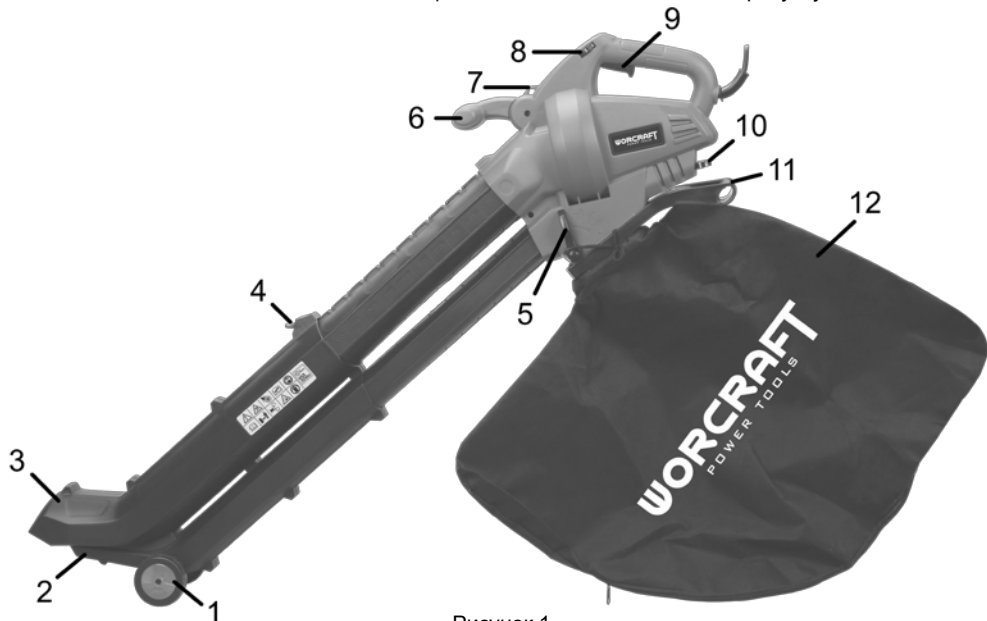
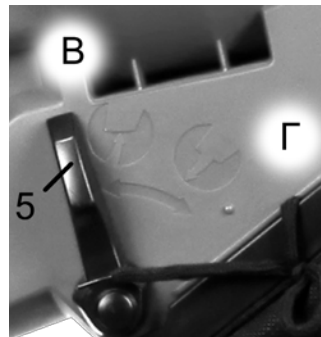

Рисунок 1
Рисунок 4
2.3.2 Виріб має два режими (всмоктування або вдування). В залежності від виконуваних робіт, вибір режиму здійснюється перемиканням важеля перемикача (5).
**⚠ УВАГА! Зміну режиму роботи пристрою перемикачем всмоктування/вдування (5, рисунок 1) необхідно виконувати тільки з вимкненим двигуном.**
- регульовану передню допоміжну рукоятку (6);
- регулятор швидкості обертання двигуна (8);
- натисніть кнопку фіксатора (4, рисунок 1) та утримуйте її;
- відкрийте замок гачка на наплічному ремені та протягніть його через петлю в передній частині основної рукоятки (7), потім відпустіть замок;
**3.4** Налаштуйте положення допоміжної рукоятки (6, рисунок 1) для найзручнішого використання пристрою при роботі, перемістивши рукоятку під бажаним кутом.
**3.5** Витягніть пластину фіксації шнура подовжувача (10, рисунок 1) із задньої нижньої частини пристрою. Закріпіть шнур подовжувача на пластині, протягнувши петлю шнура відповідним чином. Перевірте надійність фіксації шнура подовжувача на пластині, потягнувши шнур. Вставте вилку пристрою в розетку подовжувача.
**Всмоктування:** у цьому режимі здійснюється всмоктування листя у всмоктувальну трубу (2, рисунок 1), після чого надходять у мішок-пилосбірник в подрібненому вигляді. Для встановлення режиму «Всмоктування» перемістіть важіль перемикача режимів роботи (5, рисунок 1) до упору в положення «В» (дивіться рисунок 4).
**Видування:** у цьому режимі відбувається здування листя, сміття тощо за допомогою повітря, яке видувається з сопла видувної труби (3, рисунок 1). При цьому здійснюється очищення території від сміття, а також збір опалого листя в акуратні купки. Для встановлення режиму «Видування» перемістіть важіль перемикача режимів роботи до упору в положення «Г» (дивіться рисунок 4).
Швидкість повітряного потоку регулюється шляхом обертання коліщатка регулятора (8, рисунок 1) в межах 6 позицій. Мінімальна швидкість повітряного потоку відповідає цифрі «1», максимальна – цифрі «6».
Щоб увімкнути пристрій, під'єднайте вилку подовжувача до джерела електричного живлення і натисніть на пускову кнопку (9, рисунок 1). Щоб вимкнути пристрій, відпустіть пускову кнопку.